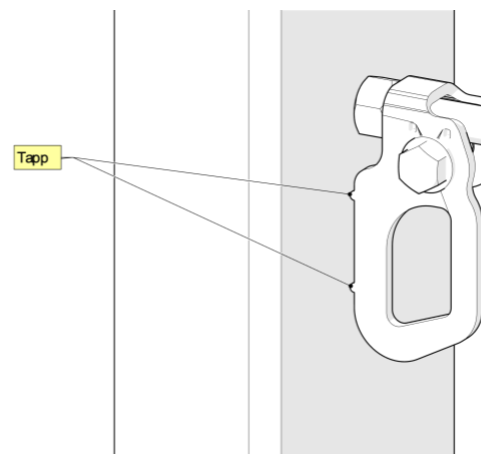

Fig 2
- Sett den medfølgende bolten og skiven gjennom festehullet i SK-2™ til den griper inn i den faste mutteren, og stram til for hånd. Bruk kun den medfølgende bolten og skiven, ikke bruk andre bolter eller skiver. Fig. 2.